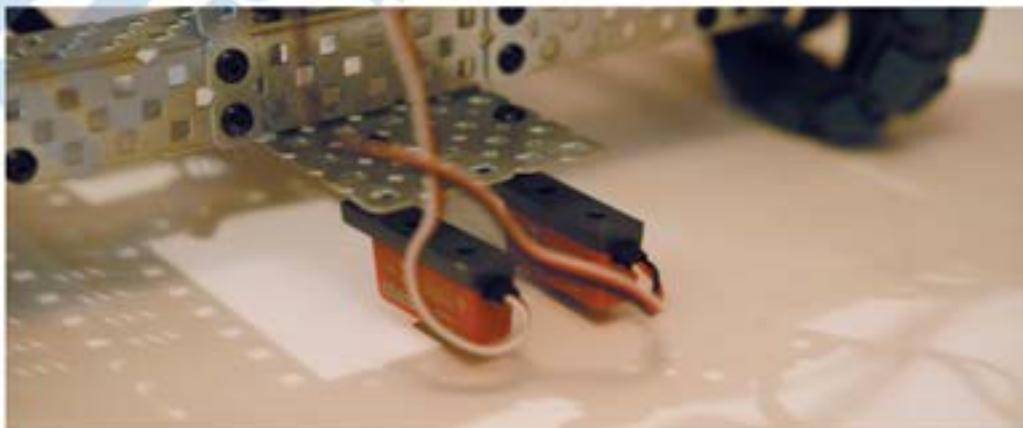

Рисунок 12. Оптимальное расстояние датчиков *Line Tracker* от пола
*Line Tracker* состоит из двух основных элементов: инфракрасного источника и инфракрасного приемника (оптопара). Более светлые исследуемые поверхности характеризуются меньшим значением освещенности, чем более темные поверхности. Кроме того, чем выше датчик находится над поверхностью, тем большее значение он демонстрирует. Это связано с тем, что чем выше находится ИК-источник, тем хуже он освещает поверхность, а следовательно, и ИК-приемник показывает меньшее значение. Оптимальное расстояние от поверхности до датчика 3-5 мм (см. Рисунок 12).